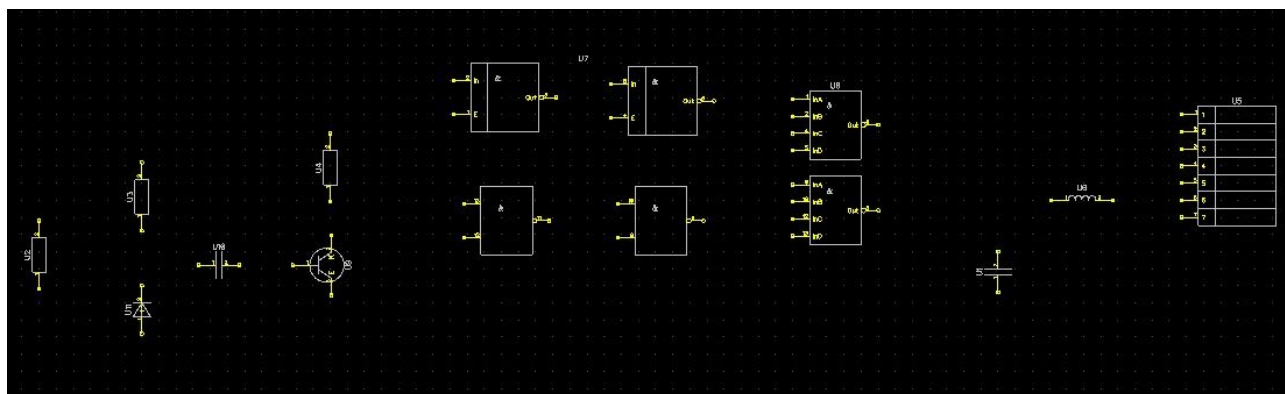
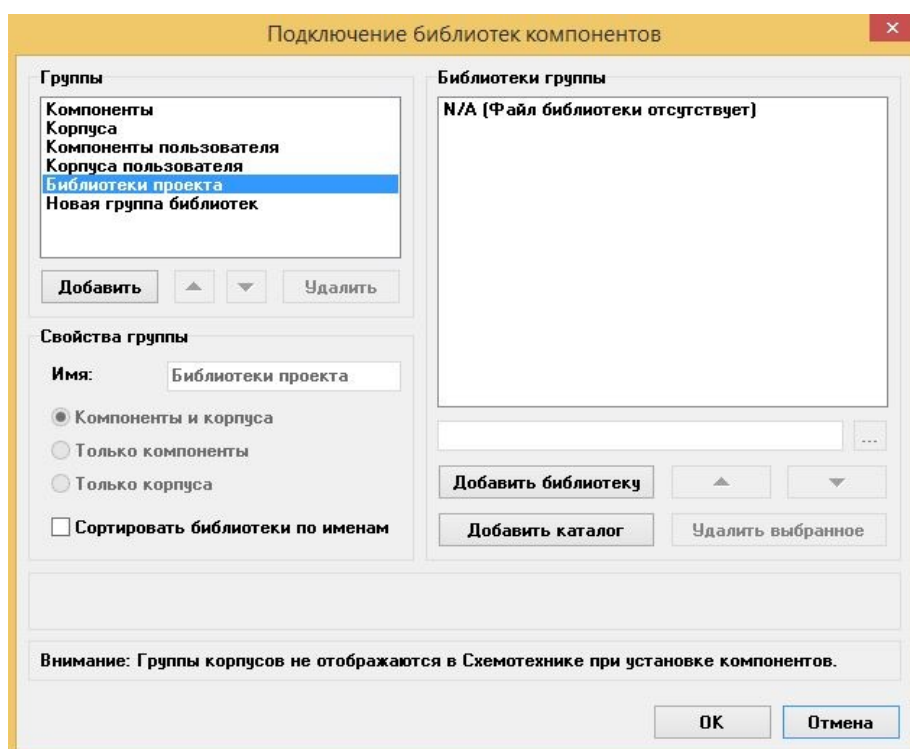

Рисунок 5.2.3 Взаимное расположение элементов
Рисунок 5.2.4 Подключение библиотек компонентов
3. Установить элементы. (Взаимное расположение элементов показано на рис. 5.2.3.) Для этого выполнить команды **Библиотека/Подключение библиотек**. Появится одноименное окно *Подключение библиотек компонентов* (рис. 5.2.4). В группах выбрать *Корпуса пользователя*. В области *Библиотеки группы* нажать кнопку *Добавить библиотеку*. В появившемся стандартном окне Windows нужно выбрать файл ЭРЭ.lib и нажать кнопку «Открыть». После этого нажать кнопку ОК в окне *Подключение библиотек компонентов*.